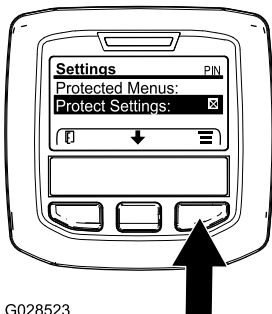

图 74
**注意** 如果保护设置条目右边的方框内没有 X 则表明左喷洒臂、中央喷洒臂、右喷洒臂和恢复默认值等子菜单并没有使用 PIN 锁定图 74。
**注意** 保护设置条目右边的方框中将显示一个 X 图 74。